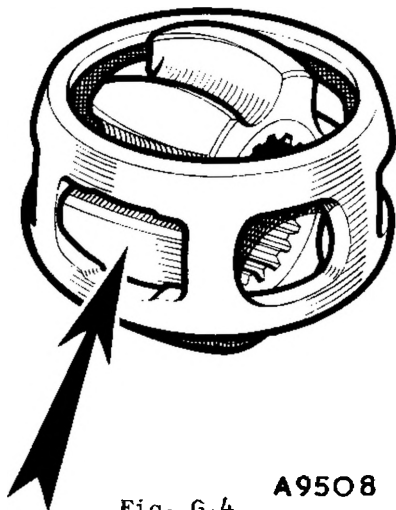

Fig. G.4
- (9) Ribaltare la pista interna su un piano perpendicolare a quello della gabbia e poscia ruotarla sino ad allineare due risalti opposti con due feritoie della gabbia. Spingendo un risalto dentro la feritoia sarà possibile estrarre la pista dalla gabbia (Ved. Fig. G.4).
- (16) Eseguire le operazioni della scomposizione nell'ordine inverso. Prima della ricomposizione, stendere un velo sottile di grasso Duckham M-B (assortimento BMC AKF 1457). Per riaccoppiare i componenti non usare mai eccessiva forza.
- (17) Montare la pista interna all'interno della gabbia introducendo un risalto in una delle feritoie (Ved. Fig. G.4).